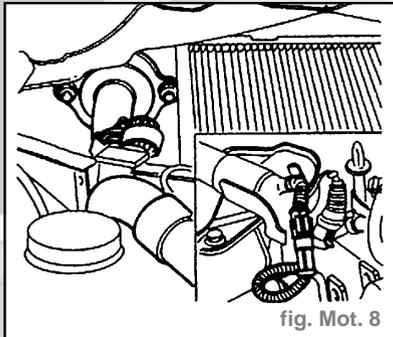

fig. Mot. 8
- Dévisser de la cloison, entre l'habitacle et le compartiment moteur, l'étrier de retenue des câbles d'injection et débrancher le connecteur indiqué dans l'encadré (fig. Mot. 8).